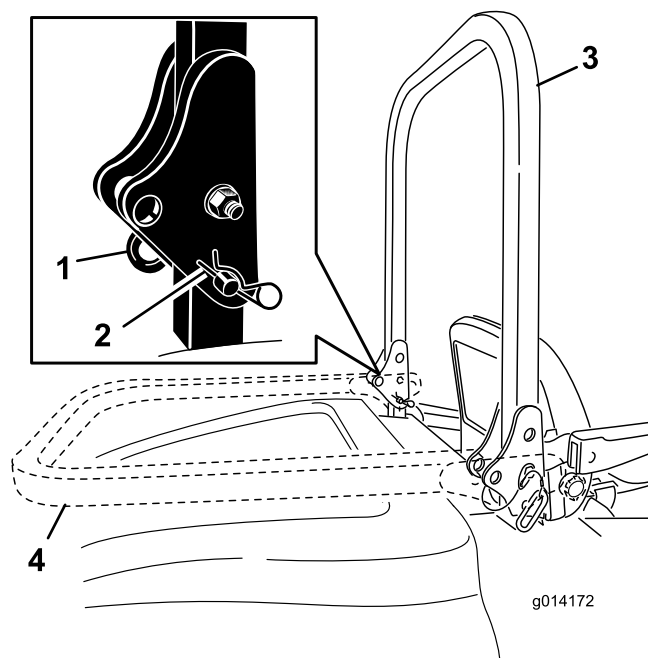

Figura 10
1. Para baixar a barra de segurança, retire os pernos de gancho, empurre a barra de segurança para a frente contra as molas e retire os dois pinos (Figura 10).
2. Baixe por completo a barra de segurança (Figura 10).
3. Instale os dois pinos e fixe-os com os contrapinos (Figura 10).
4. Para levantar a barra de segurança, remova os contrapinos e os dois pinos (Figura 10).
5. Levante a barra de segurança na vertical, instale os dois pinos e fixe-os com os contrapinos (Figura 10).